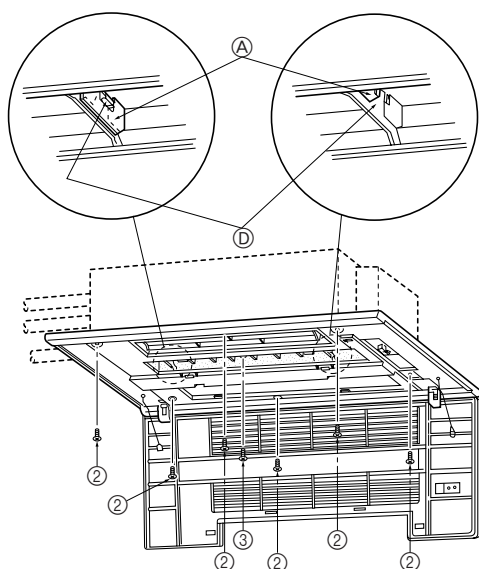
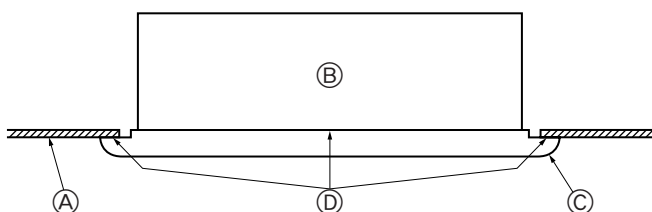

Fig. 5-5
Fig. 5-6
- Adattare il pannello anteriore in modo che si adatti perfettamente all'angolo formato dal soffitto e dalla parete, ed installare quindi i bulloni di fissaggio ② (forniti assieme a questa griglia) nei quattro punti previsti, a destra e sinistra, lasciandoli leggermente allentati. (Fig. 5-5)
- Stringere quindi i bulloni di fissaggio ② e stringere le viti ③ nei tre punti centrali.
- Stringere definitivamente i bulloni di fissaggio ② nei quattro punti previsti, a sinistra e destra.
- A questo punto, accertarsi che non vi siano più spazi vuoti fra la sezione interna e il pannello anteriore, e fra il pannello anteriore e la superficie del soffitto. In caso contrario, potrebbe esservi una caduta di gocce d'acqua, a causa del passaggio di correnti d'aria (Fig. 5-6).
- * Stringere completamente i bulloni ② e le viti ③ di fissaggio.